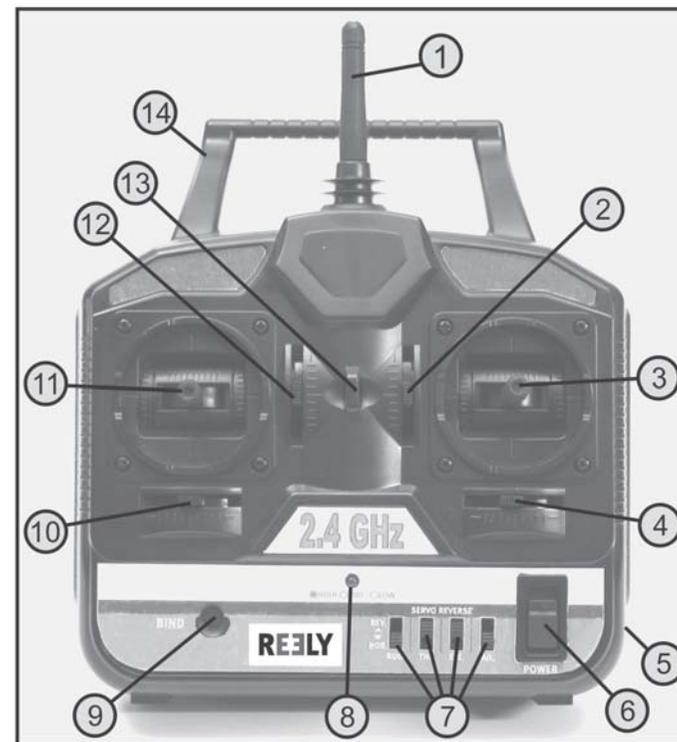

Bild 1
Terwijl u de binding-toets (3) ingedrukt houdt, schakelt u de zender met behulp van de functieschakelaar (zie afbeelding 1, pos. 6) in en houdt u de toets nog 3 - 5 seconden ingedrukt.
Wenn die Akkus geladen bzw. neue Batterien eingelegt sind, schalten Sie zu Testzwecken den Sender mit Hilfe des Funktionsschalters (siehe Bild 1, Pos. 6) ein. Die grüne LED-Anzeige (siehe Bild 1, Pos. 8) signalisiert Ihnen die ausreichende Stromversorgung des Senders.
Hiervoor bevinden zich op de voorzijde van de zender vier omkeerschakelaars (zie afb. 1, pos. 7).